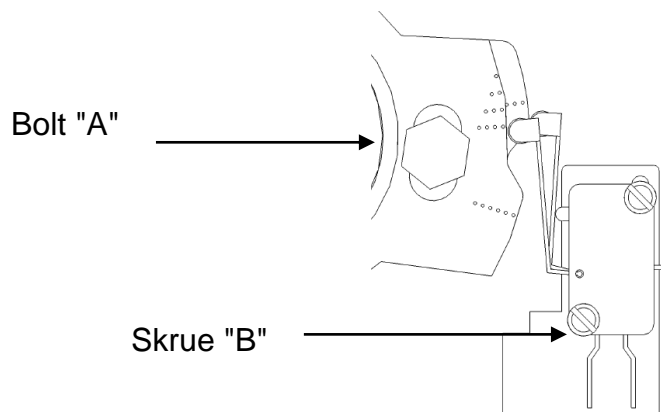

Fig. 2
4. Løsn boltene ("A" i fig. 2), og juster knastskiverne, indtil de flugter langs toppen.
5. Løsn skruerne ("B" i fig. 2) for at justere kontakterne. Styrearmen skal hæves tilstrækkeligt på knasten som vist, så kredsløbet sluttes. Der lyder et klik fra kontakten. Bøj om nødvendigt styrearmen mod knasten for at sikre, at kontakten slutter et kredsløb.